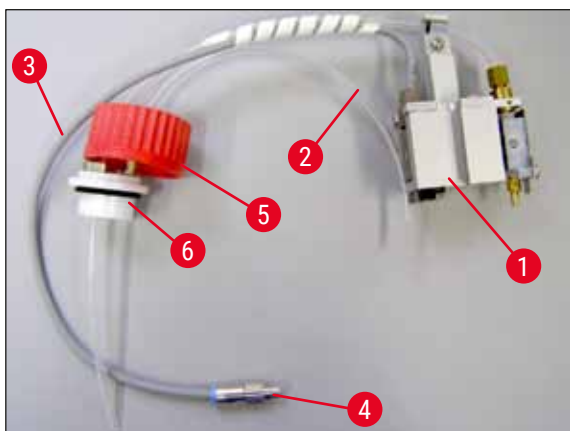

Fig. 10
1. Tag dispensergruppen (→ Fig. 10) ud af emballagen.